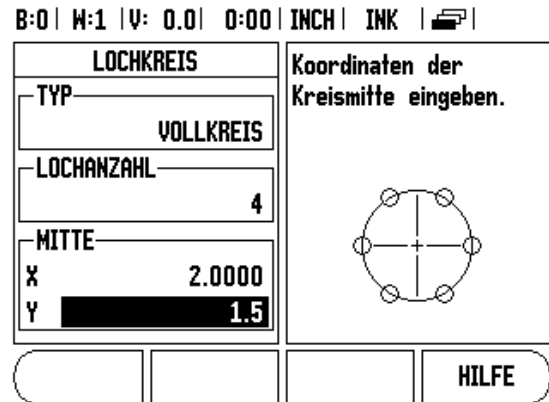
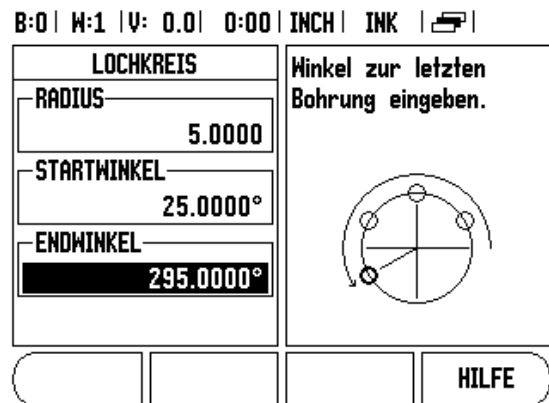

Abb. I.18 Erster Bildschirm der Eingabemaske LOCHKREIS
Abb. I.19 Zweiter Bildschirm der Eingabemaske LOCHKREIS
**Beispiel: Lochkreis eingeben und ausführen. Siehe Abb. I.18 & Abb. I.19.**